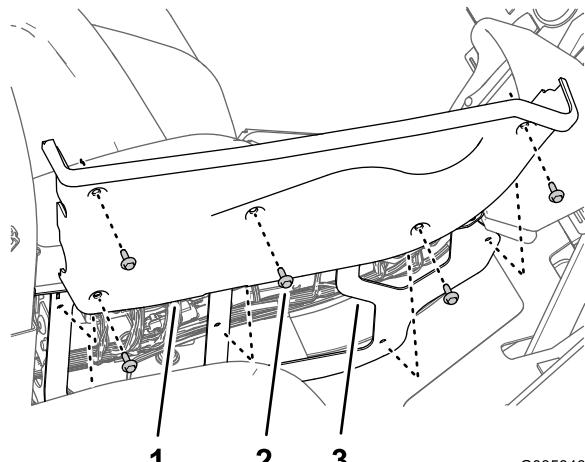

Figura 39
1. Retire os cinco parafusos de cabeça flangeada (1/4 pol. x 3/4 pol.) que prendem a cobertura do lado direito à consola central (Figura 39).
2. Retire os interruptores osciladores dos controlos de elevação da rampa esquerda e direita do painel da consola central (Figura 39).
6. Alinhe os orifícios na cobertura do lado direito com a estrutura na consola central (Figura 39).
7. Prenda a cobertura lateral na consola central (Figura 39) com os cinco parafusos de cabeça flangeada (1/4 pol. x 3/4 pol.) que retirou no passo 1.